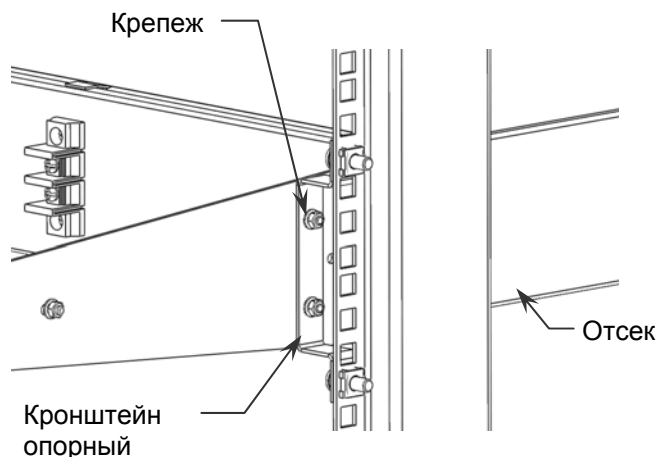

Рисунок 3 – Установка кронштейнов
2. Закрепить снятые планки с кронштейнами в стойке с помощью крепежа и кронштейнов, входящих в комплект поставки (см. рисунок 3).